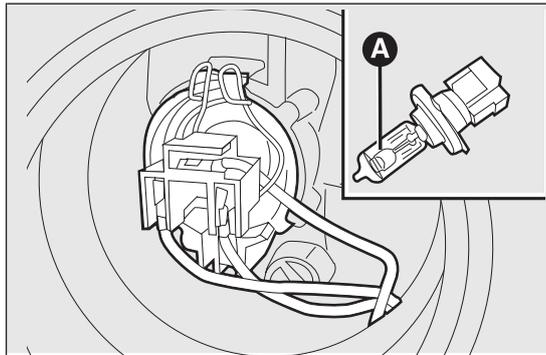

fig. 145
- estrarre la lampada A fig. 145 dal connettore B e sostituirla;